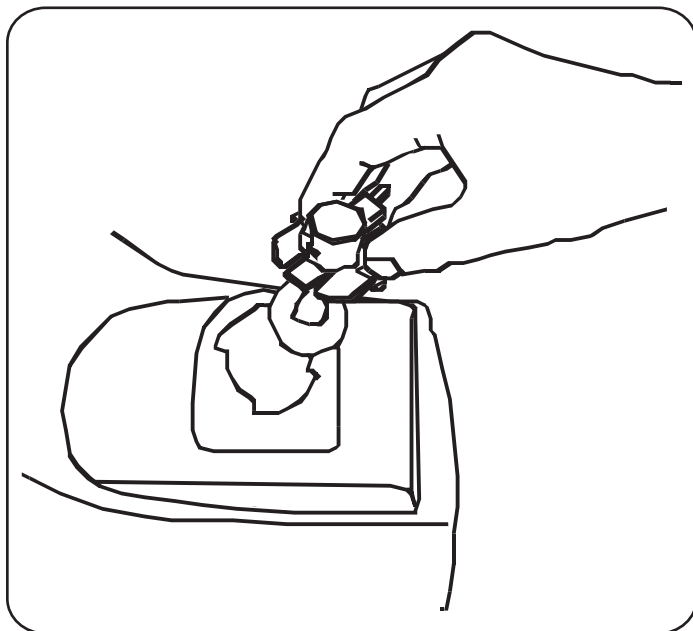

Figura 22
3. Gire la boquilla conectora aproximadamente un $\frac{1}{4}$ de vuelta para alinear lengüeta con la muesca de la caja del reflector; luego retire el foco y la boquilla conectora de la caja del reflector. Consulte la Figura 22.
5. Alinee un poste de bloqueo del foco con la muesca de la boquilla, luego empuje el foco hacia adentro y gire hacia la derecha para bloquear. Consulte la Figura 22.